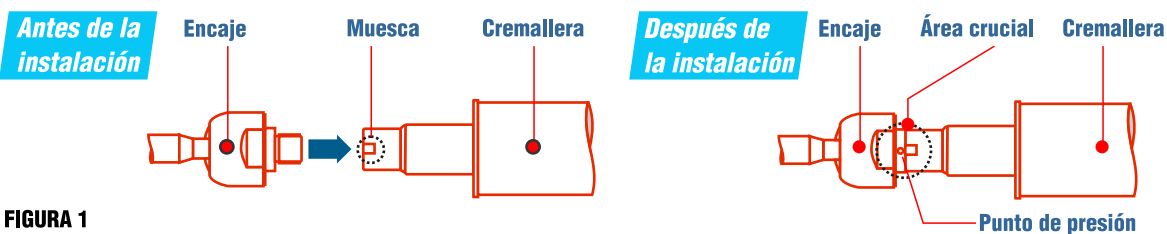

FIGURA 1
- 1** Sujete el encaje a la cremallera firmemente (Figura 1)
- 2** Después de que el encaje es instalado, la "parte A" en el encaje debe ser fijado hacia la localización de la muesca en la cremallera. (Localización de presión, Figura 1), debe ser presionada y deformada en el orden para prevenir su soltura como se ve en la figura 2